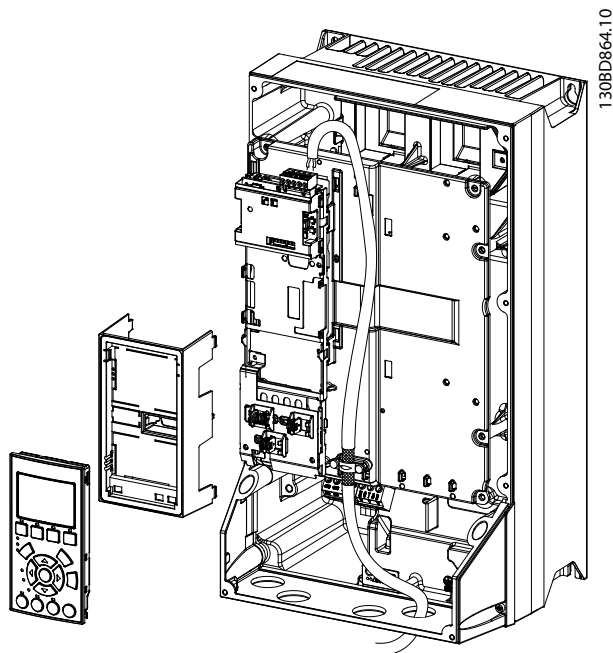

Abbildung 3.9 Verkabelung für Gehäusetypen A4-A5, B1-B4 und C1-C4
5. Befestigen Sie den Kabelschirm mit einer Kabelschelle oder einem Kabelbinder an der Metallgrundplatte, siehe *Abbildung 3.9*.